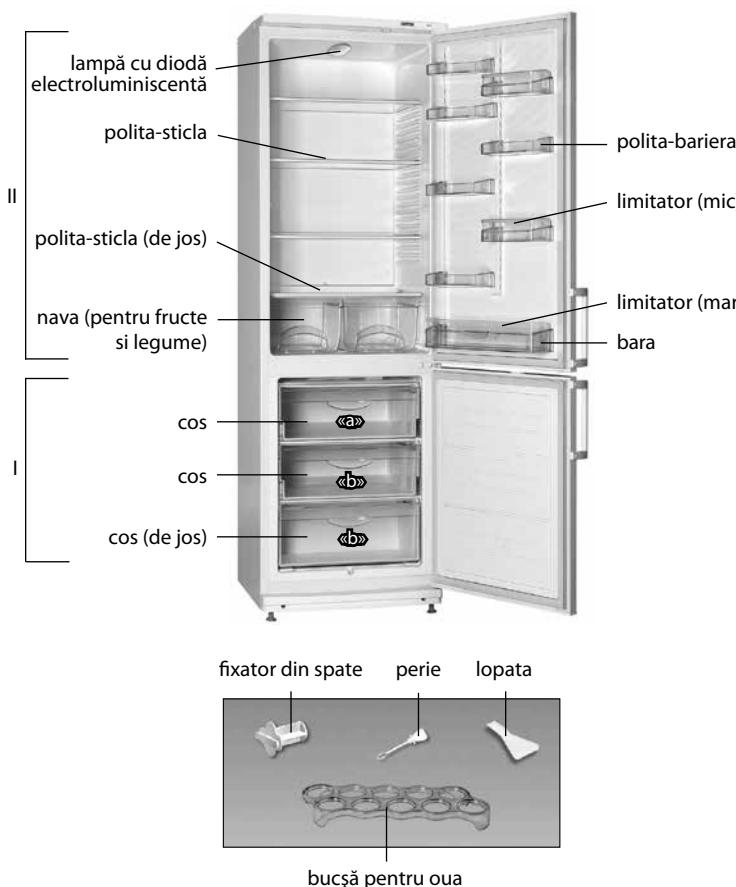

Figura 1 – Frigider și componente
**1.1** Frigiderul în confortate cu figura 1 este destinat pentru congelarea și depozitarea îndelungată a produselor congelate, pregătirea ghetei alimentare în SC; pentru raciere și pastrarea de scurta durată a produselor alimentare, bauturilor, legumelor și fructelor în SF.
**1.3** Pentru iluminarea în frigider este folosita o lampă cu diodă electroluminiscentă, în conformitate în figura 1.